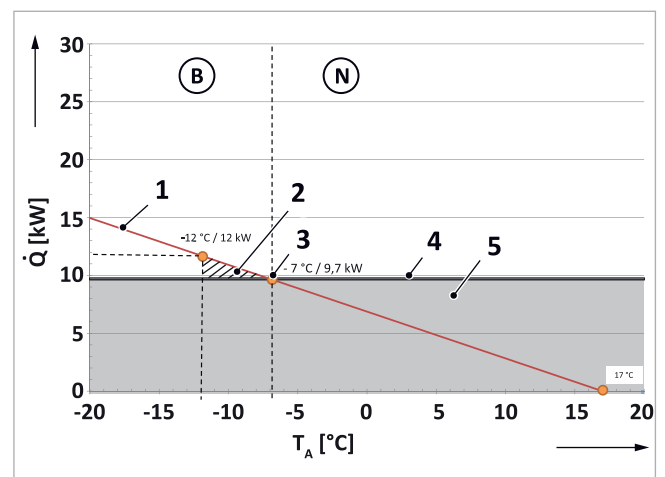

Abb. 27: Beispiel einer Heizkurve (bivalent parallel)
In → Abb. 27 ist eine Heizkurve (1) in Abhängigkeit von der Außentemperatur abgebildet. Der Schnittpunkt der Heizkurve mit der Geraden der Heizleistung der Wärmepumpe (4) heißt „Bivalenzpunkt“ (3). Fällt die Außentemperatur unter die Temperatur des Bivalenzpunktes, muss zusätzlich geheizt werden (2). Die Regelung erkennt diese Unterdeckung und schaltet die Heizstäbe bedarfsgerecht zur Wärmepumpe ein und ggf. wieder aus. Man spricht von einer monoenergetischen, bivalenten Betriebsweise. Der in der Auslegung berechnete Bivalenzpunkt sollte zwischen -2 und -7 °C Außentemperatur liegen.